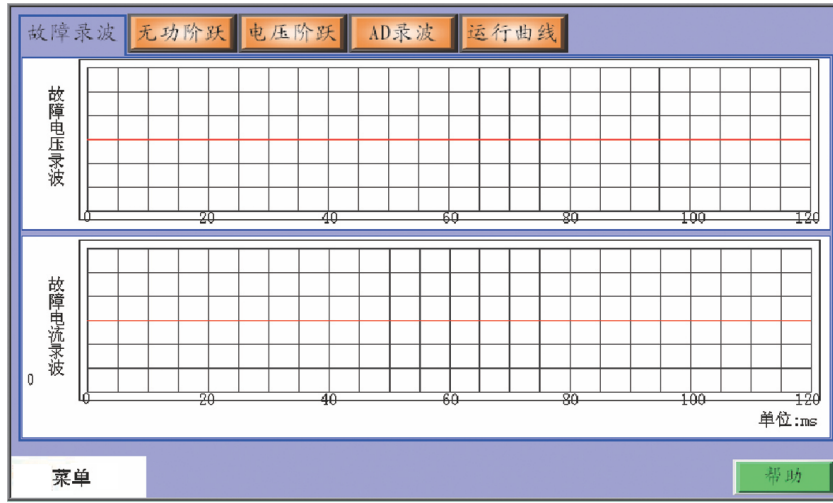

图 5.7 故障录波界面
3) 故障录波：图 5.7 为故障录波界面，可以记录故障瞬间电压及电流波形；